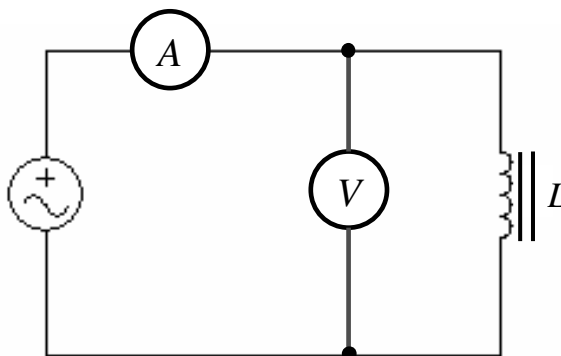

Figura 2 – Circuito para o experimento
- 4.1. Montar o circuito da Figura 2;